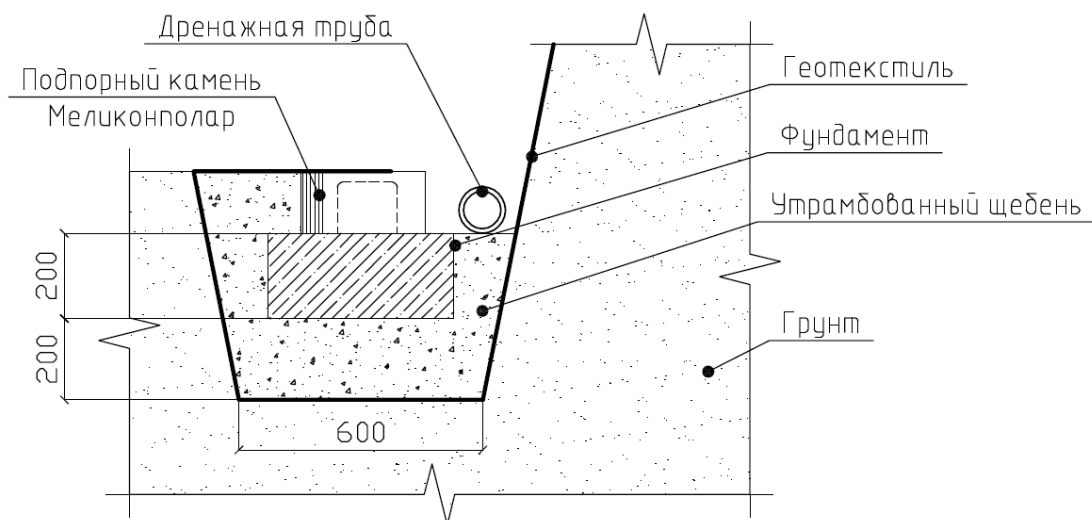

Рис.3.5 Дренаж.
3.11 В основании подпорной стенки укладывают перфорированную дренажную трубу с уклоном 0,005м на 1м (Рис. 3.5). По трубе вода отводится в дренажный колодец.